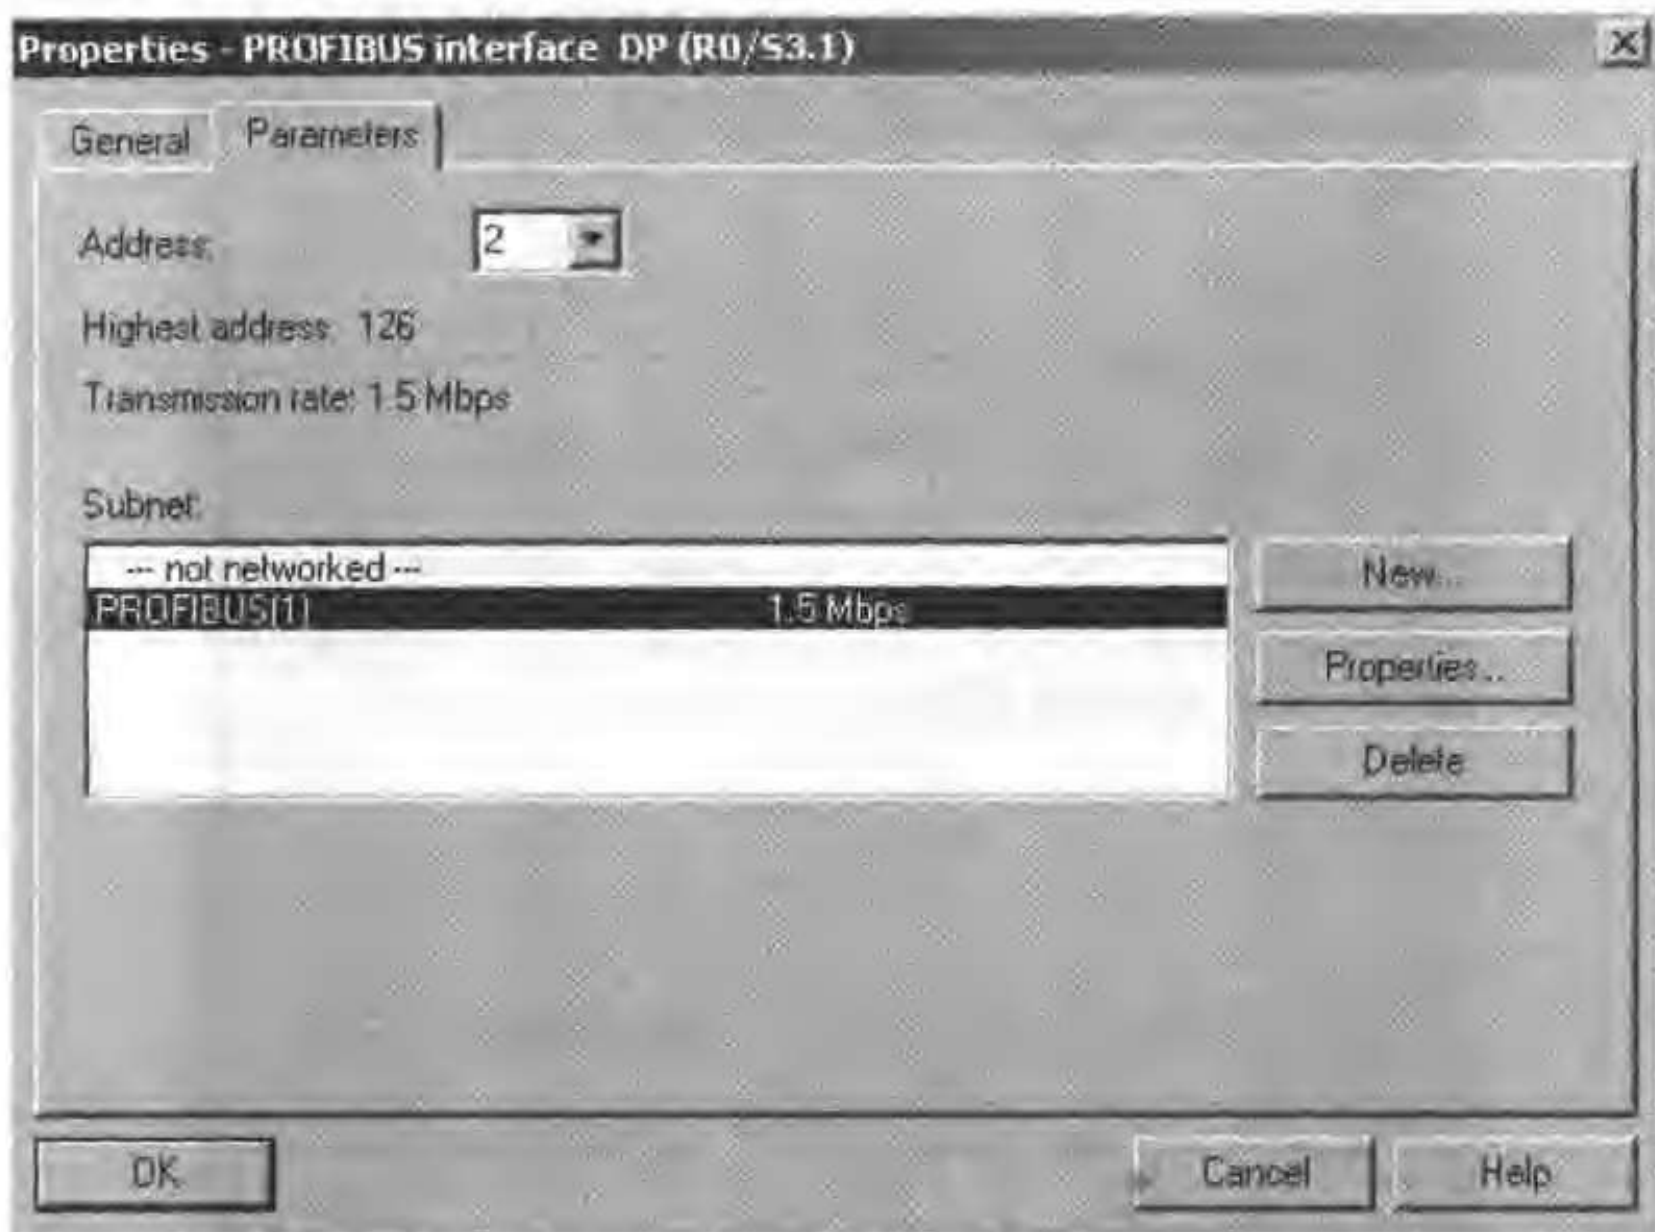
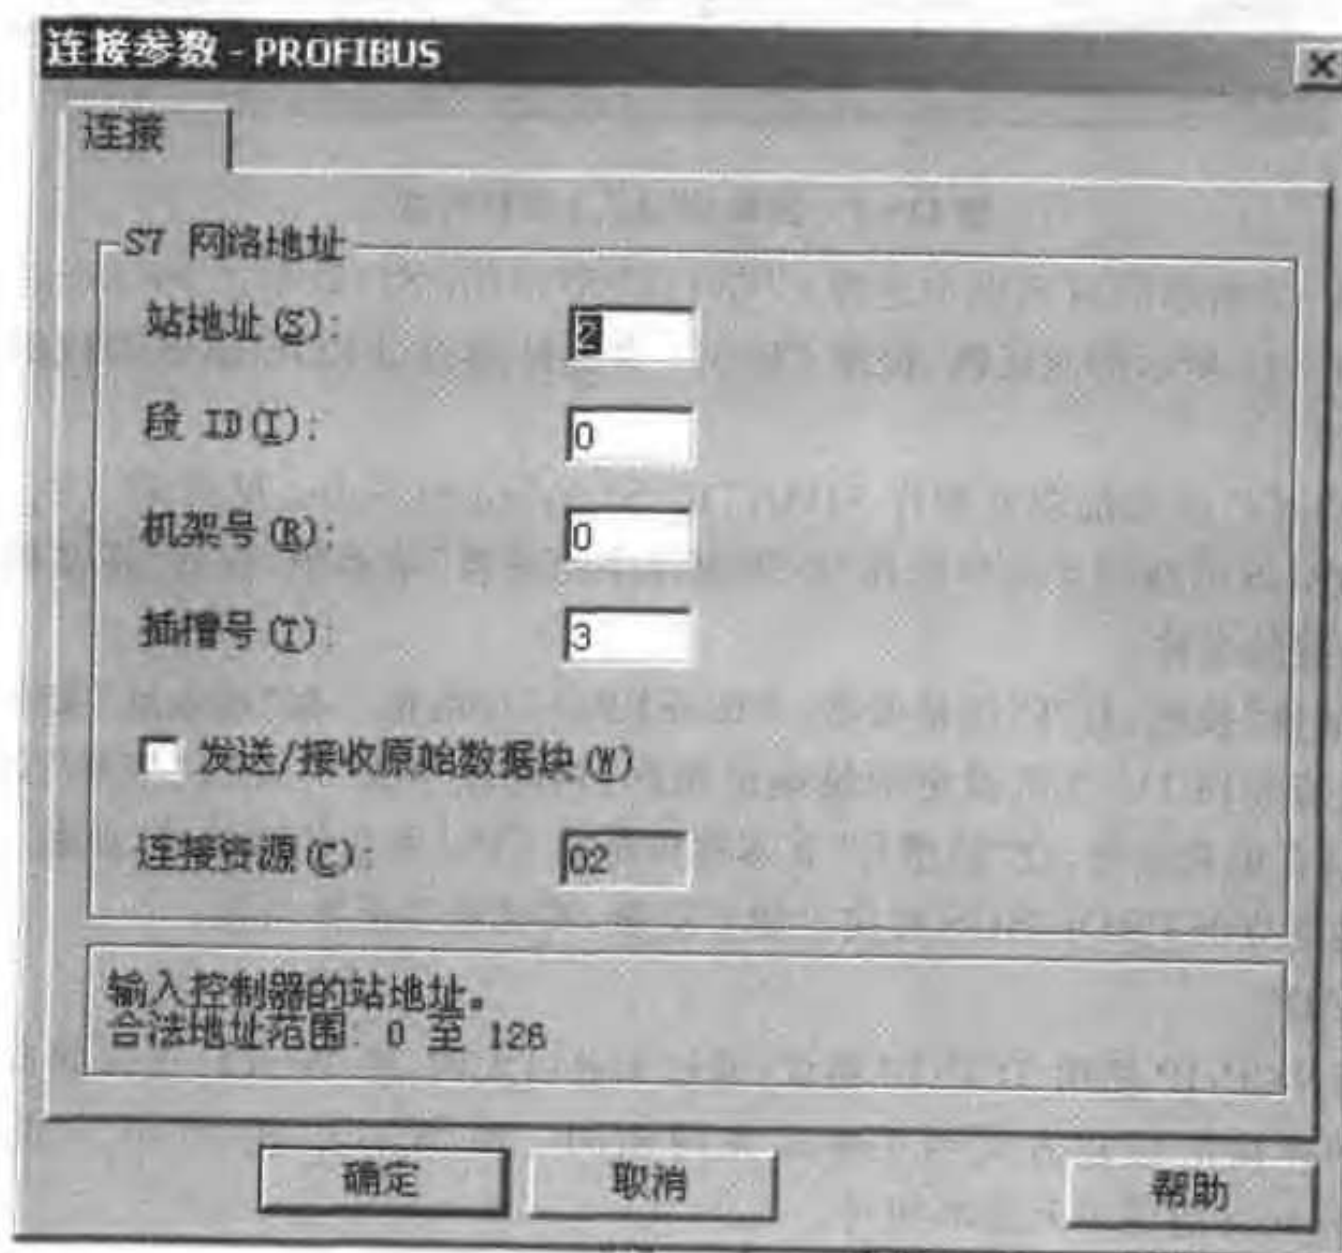

图 11-8 设置 DP 口的属性
图 11-11 设定 PROFIBUS 连接的参数
- 修改 CPU416-2 的 DP 口的参数,增加一个 PROFIBUS 网络,设置 PROFIBUS 站地址和传输速率,如图 11-8 所示。单击 Properties 按钮,打开这条网络的属性设置,将组态好的配置下载到 PLC 中。
- 单击“属性”按钮,打开“连接参数-PROFIBUS”对话框。在“站地址”文本框中输入的站地址应与图 11-8 所设定的站地址相同,网络段号为 0,在“机架号”文本框中输入 CPU 所在的机架号,在“插槽号”文本框中指定 CPU 所在的插槽号,如图 11-11 所示。